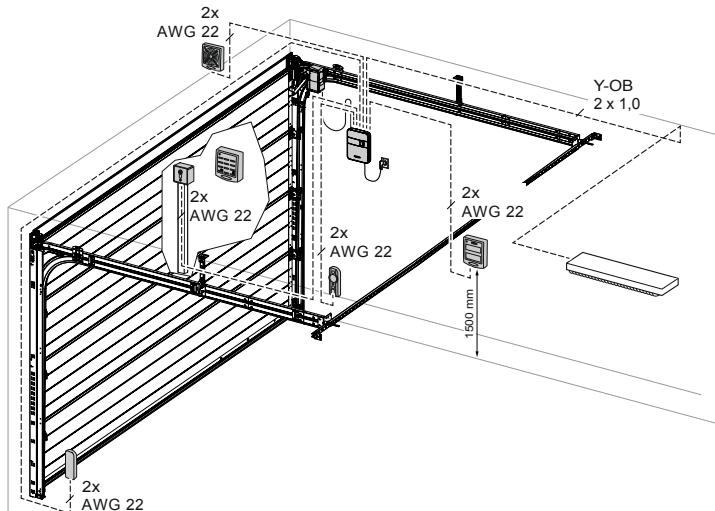

Fig. 5: Exempelinstalltion tillbehör
Placera portkonsolen (5) på de avsedda hålen i den övre portbladssektionen och skruva fast den med tre skruvar (15) (bild 5).